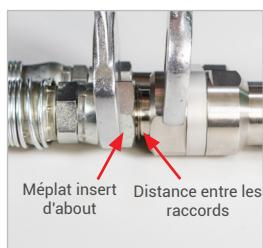

Figure 9
- ▶ Ne pas couvrir la zone entre les raccords (*Figure 9*). La pression doit pouvoir s'échapper sans entraves pendant le desserrage. Veiller à respecter une distance de sécurité suffisante par rapport au corps, au visage et aux mains lors du desserrage du raccord ➔ **Risque de blessure !**
- ▶ Desserrer le raccord du flexible de remplissage sur le raccordement « B2 » de l'insert d'about (pos. 7) du break-away. Pour ce faire, exercer une contre-pression sur le méplat SW(2) de l'insert d'about (*Figure 9*).
**Attention :** ne pas couvrir la zone située entre le flexible de remplissage et le break-away (*Figure 9*).